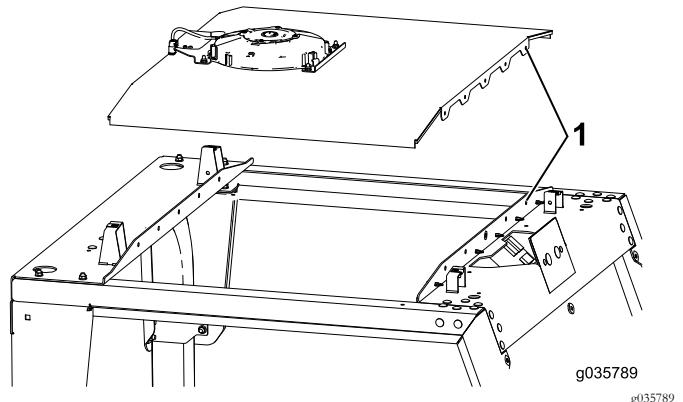

Bild 4
- Setzen Sie die Decke auf die Maschine und fluchten Sie die Nietenlöcher in der Decke mit den Nietenlöchern an der Maschine aus (Bild 4).